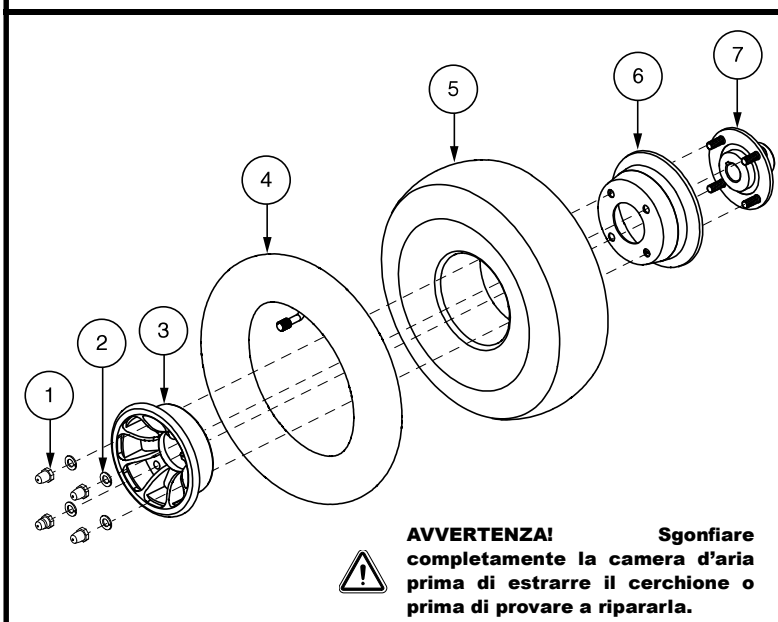

Figura. 30. Ruota motrice smontata
6. Rimuovere i dadi ad aletta e le rondelle che separano i due cerchi. **Vedere figura 30.**
7. Rimuovere la vecchia camera d'aria dal pneumatico e sostituirla con una nuova camera d'aria. **Vedere figura 30.**
9. Inserire la nuova ruota sull'asse. Assicurarsi che la chiave dell'assale sia nell'apposita fessura. **Vedere figura 30.**